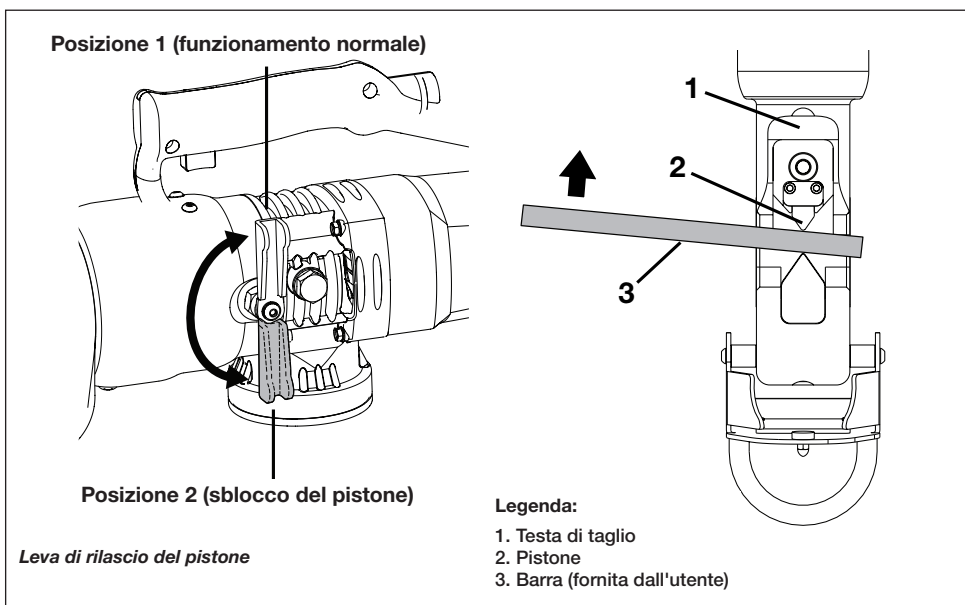

Figura 16, Procedura manuale di ritrazione del pistone
4. Utilizzando un pezzo rigido di barra di acciaio, spingere manualmente il pistone all'interno dell'attrezzo fino a portarlo nella posizione home. Si veda la figura 16, elemento 3. Questo dovrebbe sbloccare la sporcizia o il materiale che ha impedito al pistone di ritornare indietro durante il normale funzionamento.
5. Ruotare la leva di sblocco del pistone in senso orario per tornare al funzionamento normale. Vedere la figura 16, posizione 1.
8. Pulire la parte esposta del pistone. Rimuovere gli eventuali detriti, le schegge o la sporcizia da questa zona. Si veda la figura 16, elemento 2.